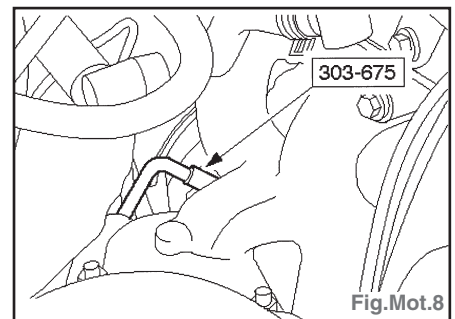

Fig.Mot.8
- Tourner le moteur à 50 degrés avant le point mort haut (PMH) et insérer l'outil spécial dans l'orifice du capteur de position de vilebrequin (Fig.Mot.8).
- Déposer l'outil spécial de l'orifice de capteur de position de vilebrequin (Fig.Mot.8).
- Contrôler le calage en insérant l'outil spécial dans l'orifice de capteur de position de vilebrequin (Fig.Mot.8).